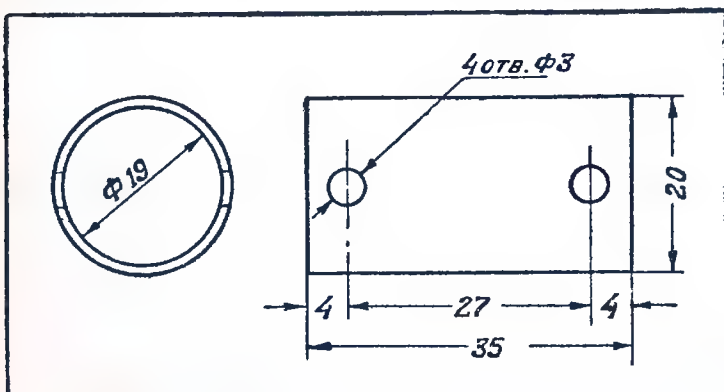

Рис. 5. Центрирующая втулка мотора
1. Центрирующая втулка (рис. 5) делается из латуни толщиной 0,25 мм. Она может быть точеная или просто сделана из плоской листовой латуни, которая сгибается в трубку, после чего шов пропаивается оловом. После пайки втулка выправляется на оправе для придания ей правильной круглой формы.